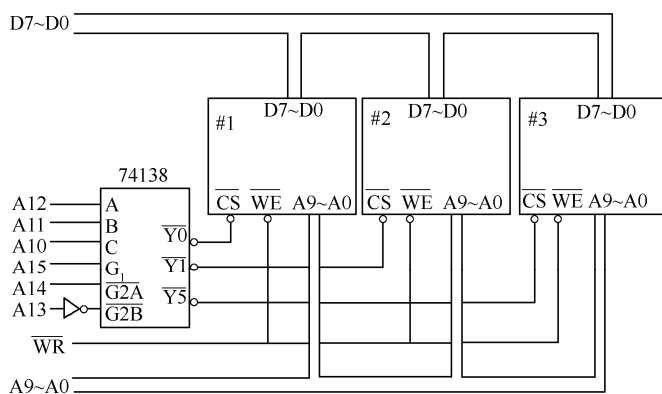

图 2.20  $1K \times 8$  位扩展的  $3K \times 8$  位存储系统
2.8 如图 2.20 所示，若用  $1K \times 8$  位的芯片来扩展  $3K \times 8$  位 RAM，试计算各片的地址范围为多少？